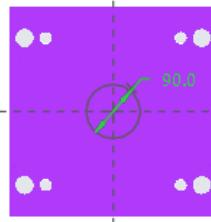

图 31.99 截面草图
Step4. 绘制截面草图。绘制图 31.99 所示的截面草图（一个圆），完成截面的绘制后，单击“草绘”操控板中的“确定”按钮 。